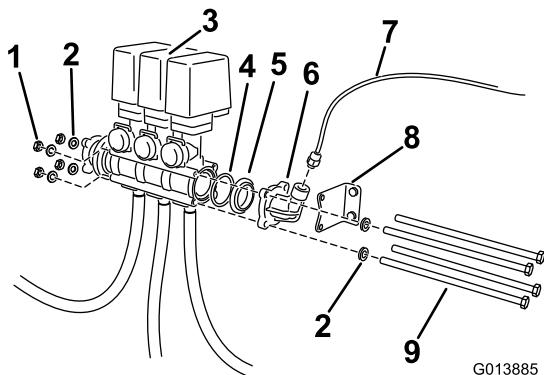

Figura 5
- Retire os parafusos longos e os dispositivos de fixação que prendem o conjunto da válvula (Figura 5).
4. Retire a porta do indicador de pressão e o adaptador macho para macho (Figura 5).